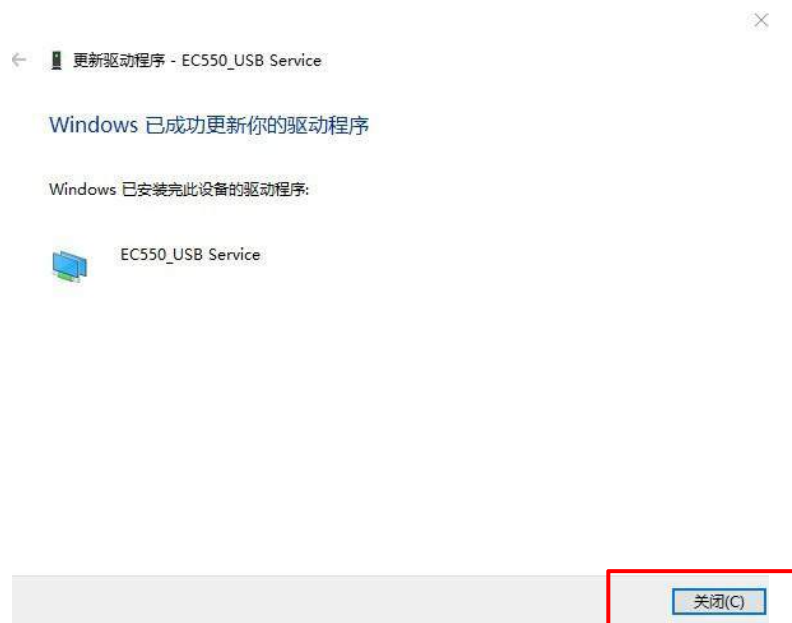

图 4-2-26. 驱动安装成功
5) 如图 4-2-26 所示，提示安装成功，点击【关闭】即可。